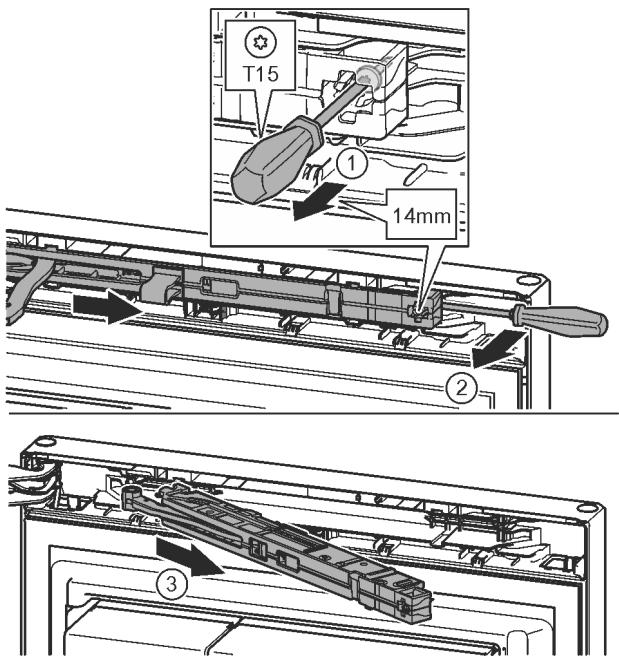

Fig. 12
- ▶ За допомогою викрутки T15 ослабте гвинт на демпферному вузлі приблизно на 14 мм. Fig. 12 (1)
- ▶ Переміщаючи викрутку з боку ручки за демпферний вузол, поверніть уперед. Fig. 12 (2)
- ▶ Витягніть демпферний вузол. Fig. 12 (3)